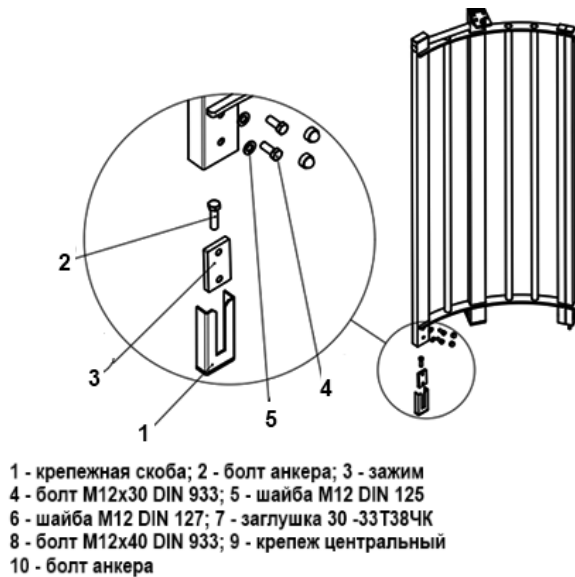

Рисунок 7 – Крепление неподвижной панели ограждения
4.2.8 Рисунок 7 – закрепить неподвижную панель ограждения турникета, используя крепежные скобы (1) 2 штуки болты анкеров (2) М12, закрутив их в соответствующие анкера, используя ключ 19 мм (два варианта крепления).